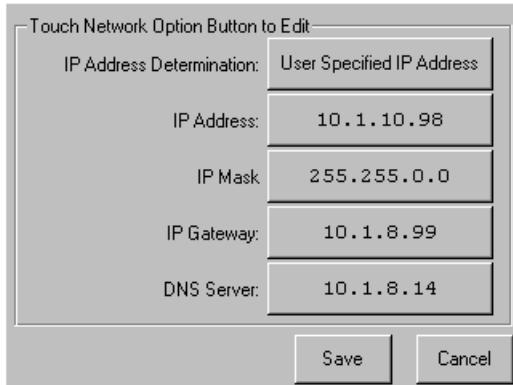

Abbildung 33 Bildschirm für feste IP-Adressen
5. Berühren Sie die Schaltflächen für die einzelnen Optionen zur IP-Adresse, und verwenden Sie den Ziffernblock zur Eingabe der einzelnen IP-Adressen (siehe Abbildung 33).